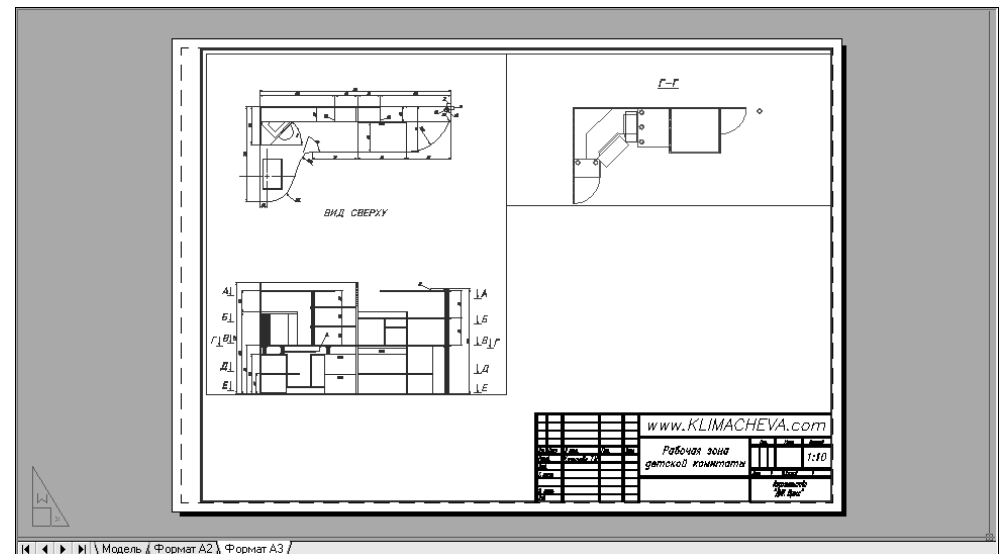

Рис. 13.32 ▼ Чертеж с отображением на правом видовом экране разреза **Г-Г**
19. Чертеж на правом видовом экране будет смещен так, чтобы располагаться на одной высоте с чертежом вида сверху. Нажмите **Esc** для завершения команды **Форматл (MVSETUP)** и, переключившись в режим **ЛИСТ (PAPER)**, подкорректируйте, если нужно, вертикальный размер правого видового экрана (рис. 13.32).